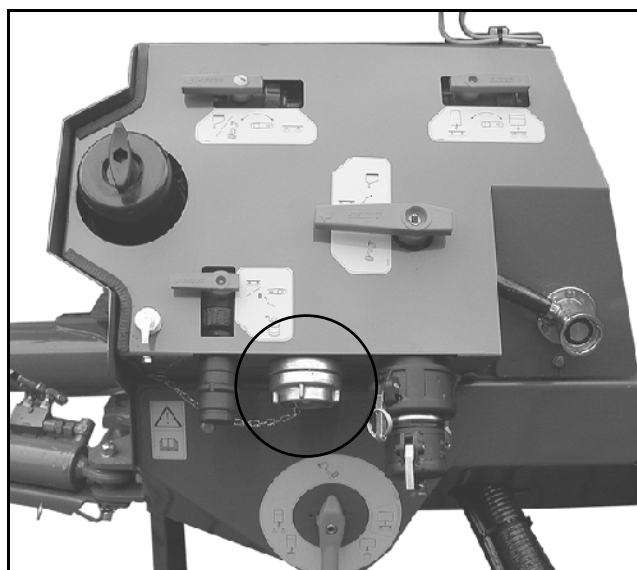

Fig. 10.8
Le raccord de remplissage (fig. 10.8) permet de remplir d'eau la cuve à bouillie ou la cuve de rinçage avec de l'eau provenant du robinet.
- Réalisez le raccord au réseau d'alimentation en eau en utilisant l'accouplement C (fig. 10.8).